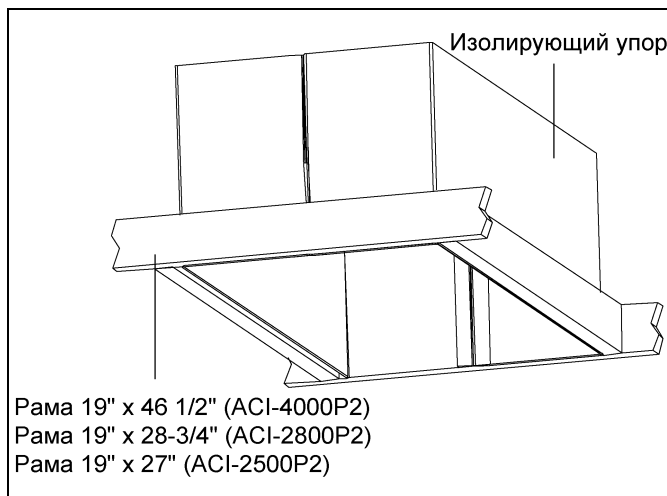
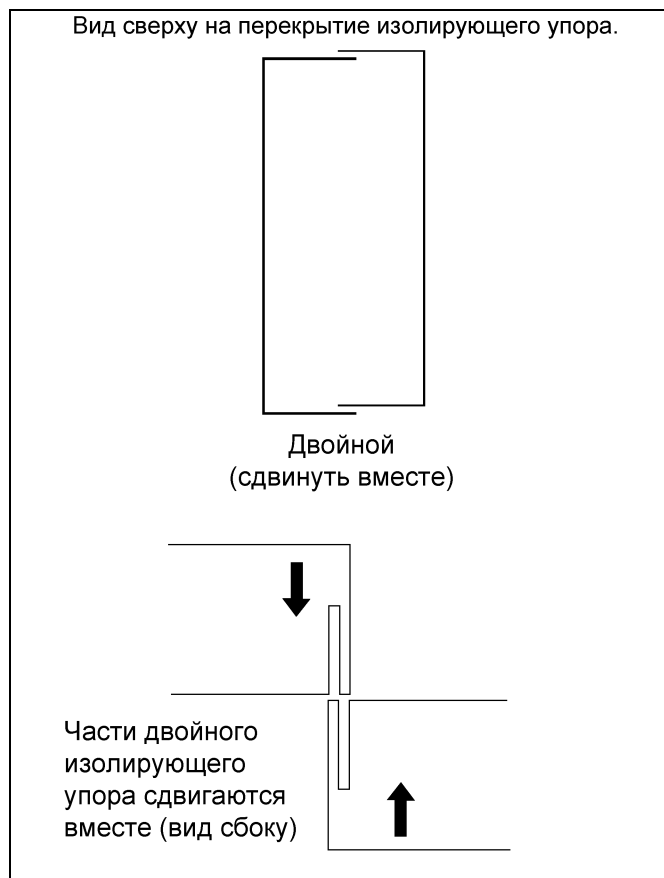

Рисунок 1
Рисунок 2
*См. рис. 1. См. рис. 6 на стр. 3*, на которой приводится пример возможной компоновки встраивания ввода в систему.
2. Закрепите степлером изолирующий упор в проеме рамы, чтобы он располагался вровень с нижней стороной фермы. Концы изолирующего упора на сдвоенных моделях должны перекрываться запорными выступами как показано на *на рис. 1 и рис. 2*.